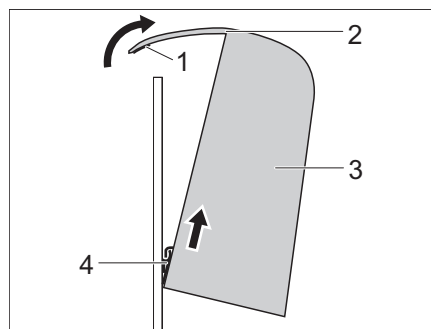

Fig. 66 Retirar el cojín del respaldo
- Incline el cojín del respaldo (Fig. 66,3) hacia adelante y desenganche la cinta de gancho (Fig. 66,4).
- Mantenga el cojín del respaldo (Fig. 66,3) en posición inclinada y enganche la cinta de gancho (Fig. 66,4) en la parte inferior.
- Deslice la solapa de tela (Fig. 66,2) hacia atrás y presione firmemente la unión de velcro (Fig. 66,1).